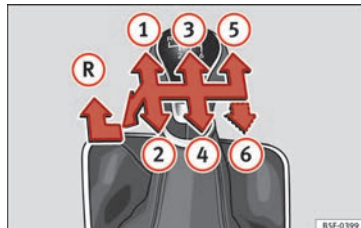

Abb. 43 Schaltschema bei einem 5-Gang bzw. 6-Gang Schaltgetriebe
Auf dem Schalthebel sind die Positionen der einzelnen Fahrgänge dargestellt » **Abb. 43**.
- Schalthebel auf Leerlauf stellen und nach unten drücken, ganz nach links und dann nach vorne schieben um den Rückwärtsgang » **Abb. 43**  einzulegen.